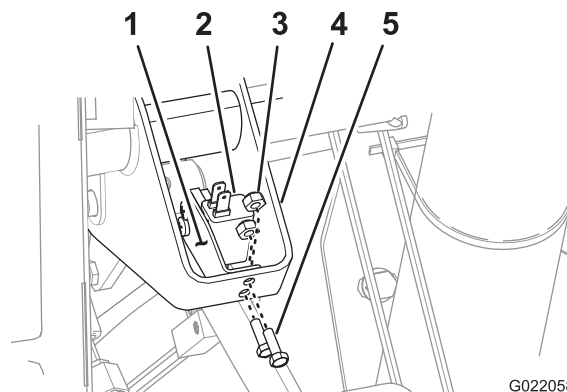

Figure 4
- Alignez le support de contacteur sur le côté avant du support de la pédale d'embrayage (Figure 4).
- Alignez le trou dans le support de contacteur sur les trous que vous avez percés dans le support de la pédale d'embrayage (Figure 4).
- Fixez le support du contacteur au support de la pédale d'embrayage au moyen des 2 boulons et des 2 contre-écrous (Figure 4).